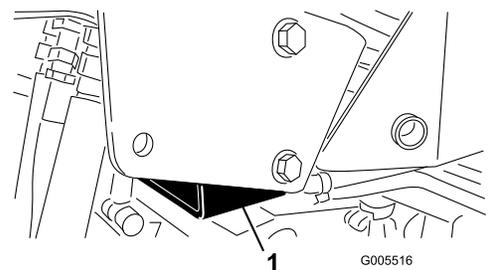

Figura 28
- Lado derecho: debajo del apoyo del gato y junto al soporte del ROPS (Figura 28)